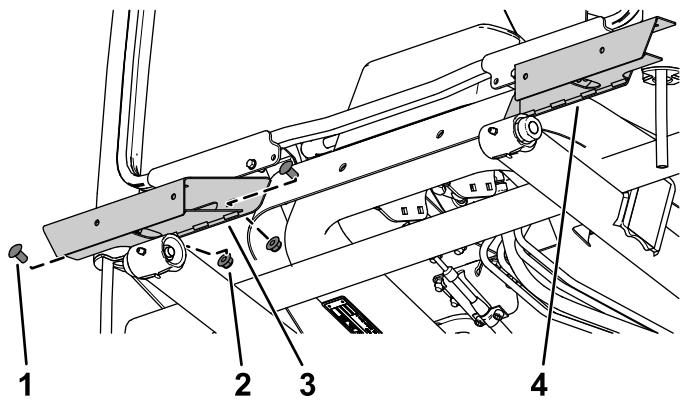

Figura 14
- Prenda a base da luz esquerda e base da luz direita à estrutura da cabina utilizando dois parafusos de carroçaria ($\frac{3}{8} \times \frac{3}{4}$ pol.) e duas porcas de bloqueio ($\frac{3}{8}$ pol.) em cada lado (Figura 14).